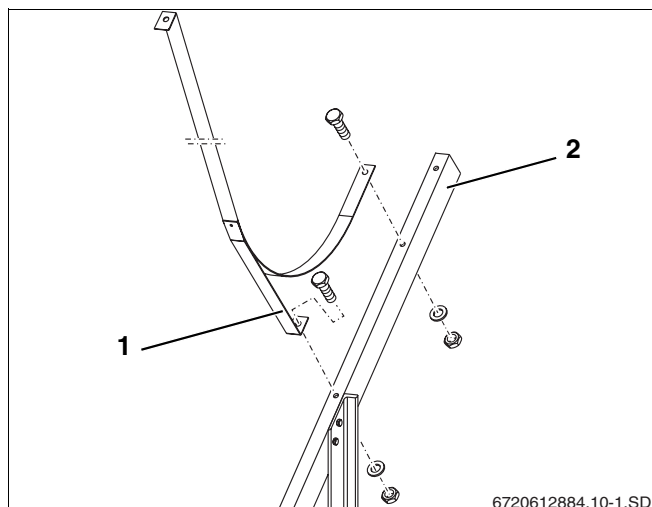

Fig. 9 Montaje de las cintas de sujeción
- ▶ Coloque la parte móvil de la cinta de sujeción (fig. 9, **pos. 1**) en la parte superior del apoyo largo de 45° (fig. 9, **pos. 2**) y fíjela con tornillos M8 x 20, tuercas y arandelas.